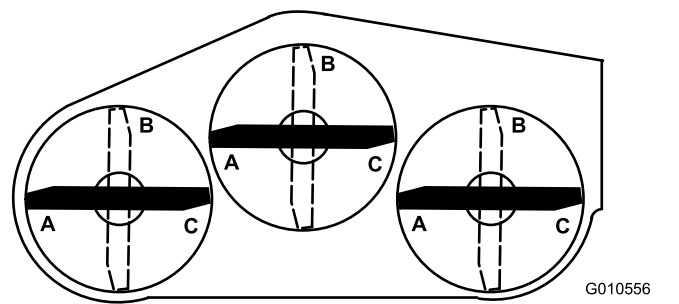
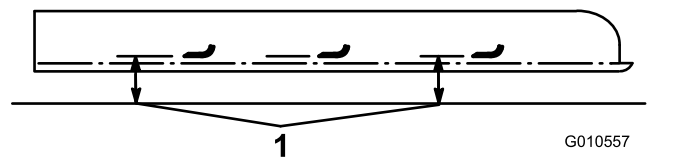

図 27
図 28
6. 全部のブレードを A 位置 **図 27** にし、水平な床面から各ブレードの刃先までの高さを測定する **図 28**。
7. 各ブレードを B 位置 **図 27** まで回転させ、同様にして各ブレードから床面までの高さを測定する **図 28**。
8. 各ブレードを C 位置まで回転させ、同様にして各ブレードから床面までの高さを測定する **図 27** と **図 28**。